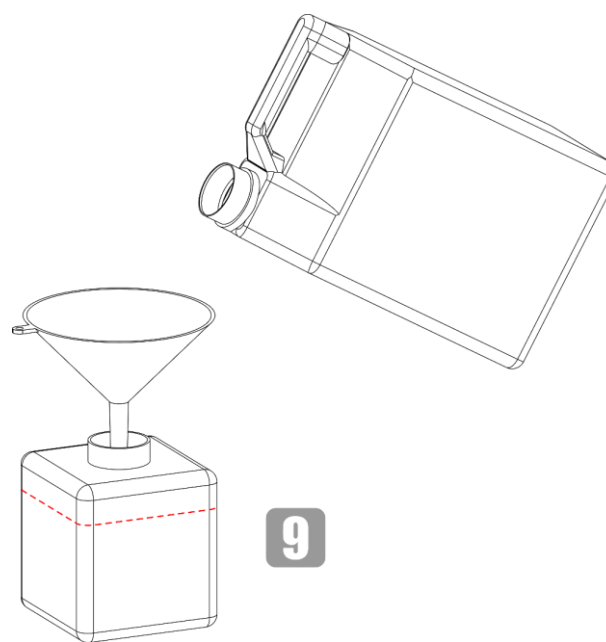

Fig. 16
- 09) Utilice un embudo para echar el fluido de niebla en el depósito como se indica en la Fig. 16.
- 10) Rellene el depósito de fluido con la cantidad de fluido de niebla recomendada (capacidad máx. del depósito de fluido 2,3 L). Asegúrese de no sobrellenarlo. Para más información consulte la Fig. 16.